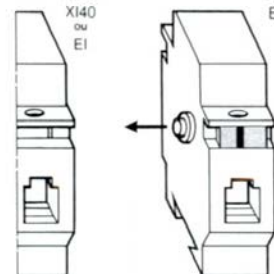

fig. 1
- sur une surface plane placer l'élément unipolaire près du côté droit du XI40 (fig. 1).